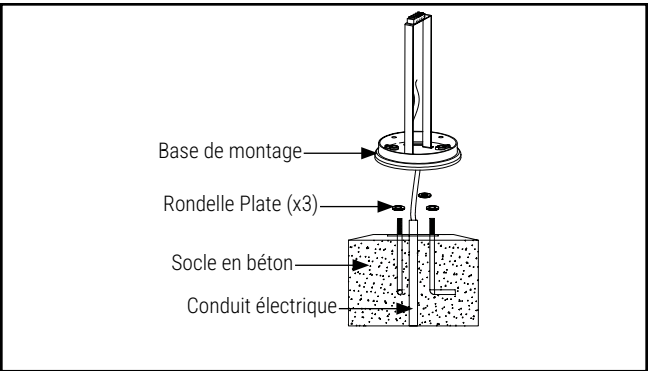

Figure 7a.
- 7. Placez la base de montage de la borne sur les boulons d'ancrage et serrez la rondelle plate, la rondelle élastique et les écrous (Fig. 7a et Fig. 7b) pour fixer la base de montage à la fondation.